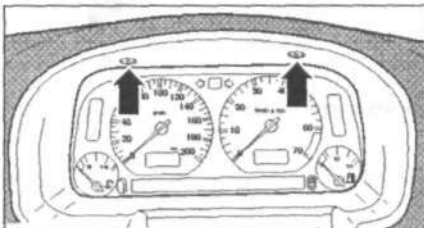

Рис. 13.39. Выкрутите винты (стрелки) и извлеките окантовку (декоративную панель) щитка приборов.
7. Выкрутите винты (стрелки) и извлеките окантовку (декоративную панель) щитка приборов (рис. 13.39).